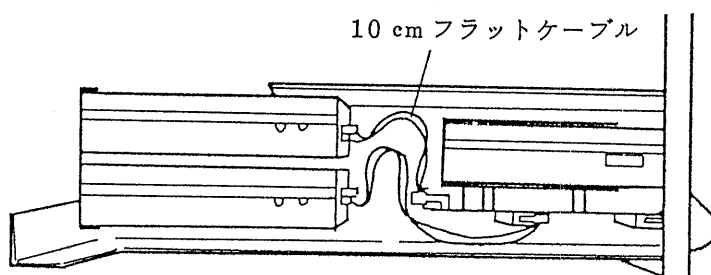

図 13
- (11) 電圧, 電流共制御する時は図 13 の様に接続します。
- (12) カバー⑥を固定します。
- (13) 電圧をコントロールする時は, 後面端子④-⑤間のショートバーを, 電流をコントロールする時は⑪-⑫間のショートバーをはずします。また両方コントロールする時は, ともにはずします。
- (14) D/A コンバータのリモート/ローカル切換えスイッチをリモート側に, 電源後面のリモート/ローカルスイッチもリモート側に倒します。